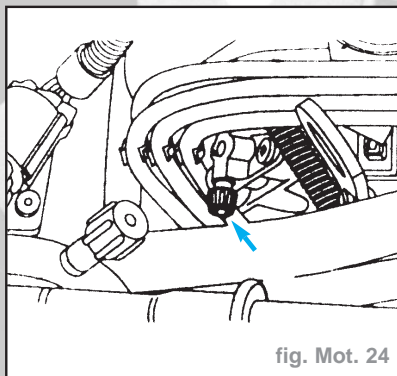

fig. Mot. 24
- Déposer le capuchon de la valve Schrader en bout de rampe d'injection (fig. Mot. 24).
- Déposer le capuchon de la valve Schrader (fig. Mot. 24).